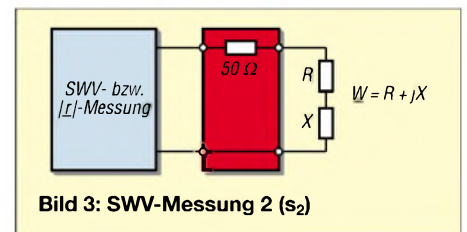

Bild 3: SWV-Messung 2 (s_2)
Eine zweite SWV-Messung (s_2) nach Bild 3 hilft da weiter. Der Trick: Wir schalten einen genauen und für die Messfrequenz tauglichen 50-Ω-Widerstand zur Impedanz \underline{W} in Reihe. Der Betrag des zweiten Reflexionsfaktors r_2 lässt sich wieder nach (4) bestimmen.
Bei einer zweiten Messung nach Bild 3 sind in obigen Beziehungen „>“ und „<“ zu vertauschen sowie s₃, r₃ in s₂, r₂ zu ändern.